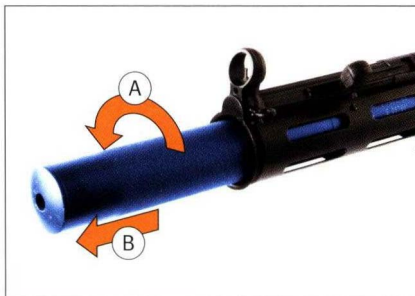

Abb. 61: Schalldämpfer entnehmen
- Schalldämpfer von Hand lösen und nach vorne entnehmen (Abb. 61).